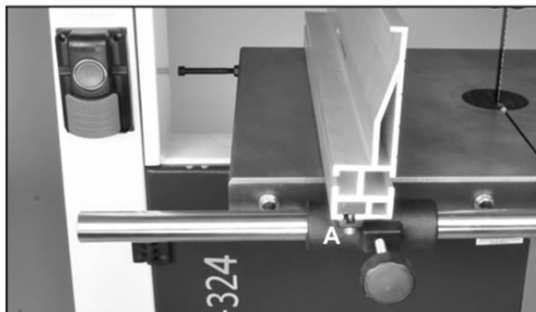

Рис.6
2. Наденьте держатель упора (#6С) и узел параллельного упора на направляющую планку упора. Рис. 6.
3. Зафиксируйте держатель упора на рейке, затянув ручку фиксации ограждения (#7С), расположенную на передней панели держателя. Рис. 6, А.